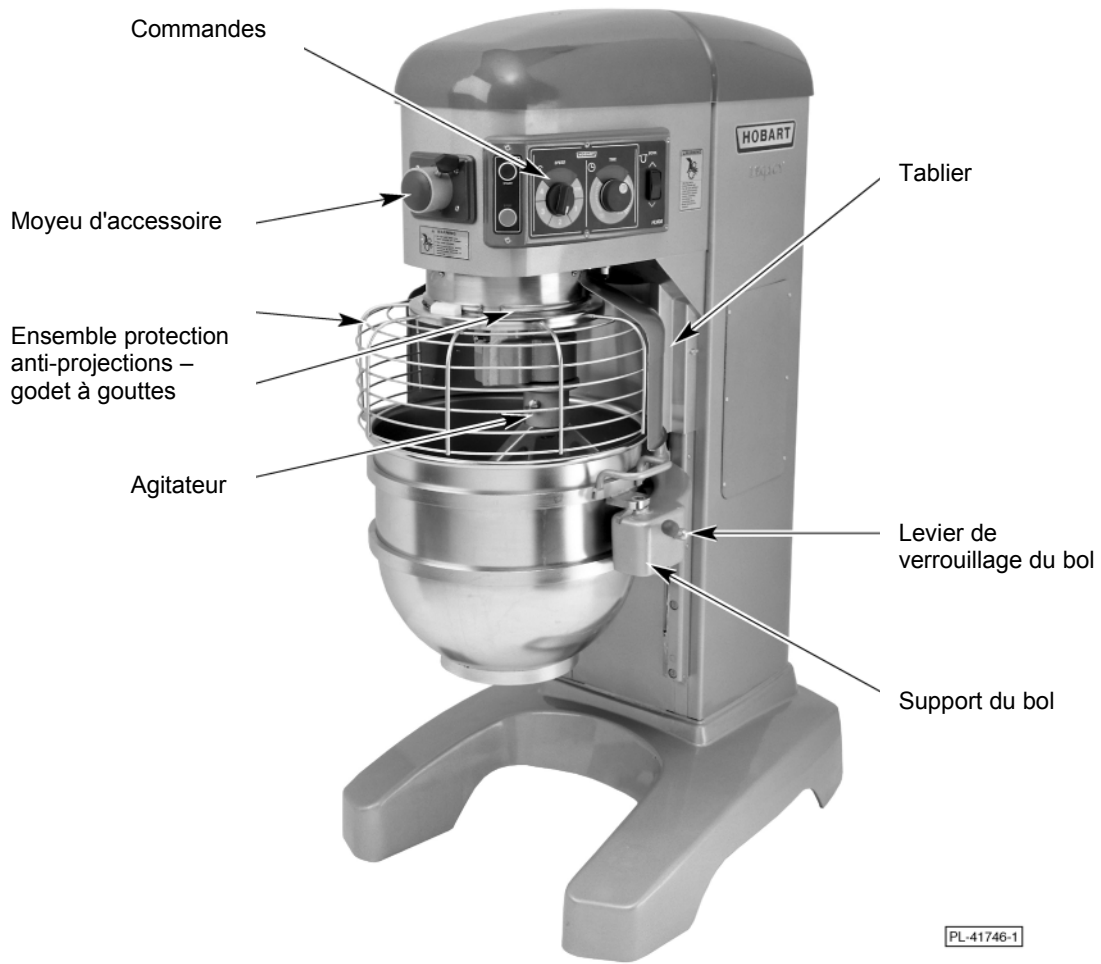

Figure 1.
- Dévisser la jauge en utilisant une clé Allen hexagonale de 3/8" et vérifier le niveau d'huile. Celui-ci doit être compris entre les deux encoches sur la jauge. Se référer à la figure 1 pour la position de la jauge.
Le mixer Legacy™ est équipé des commandes du système SmartTimer™ et d'un dispositif de levage mécanique du bol. Les autres pièces mobiles (Fig.1, page 51) et leurs fonctions sont décrites dans toute la section Fonctionnement.